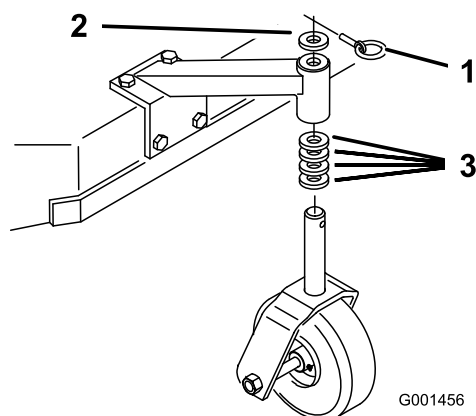

Figure 13
fonction du trou de réglage de l'essieu sélectionné (Figure 13).
2. Retirez la goupille de verrouillage, sortez la roue pivotante de son support et changez les entretoises (Figure 13).
3. Mettez la roue pivotante en place dans le support et insérez la goupille de verrouillage (Figure 13).